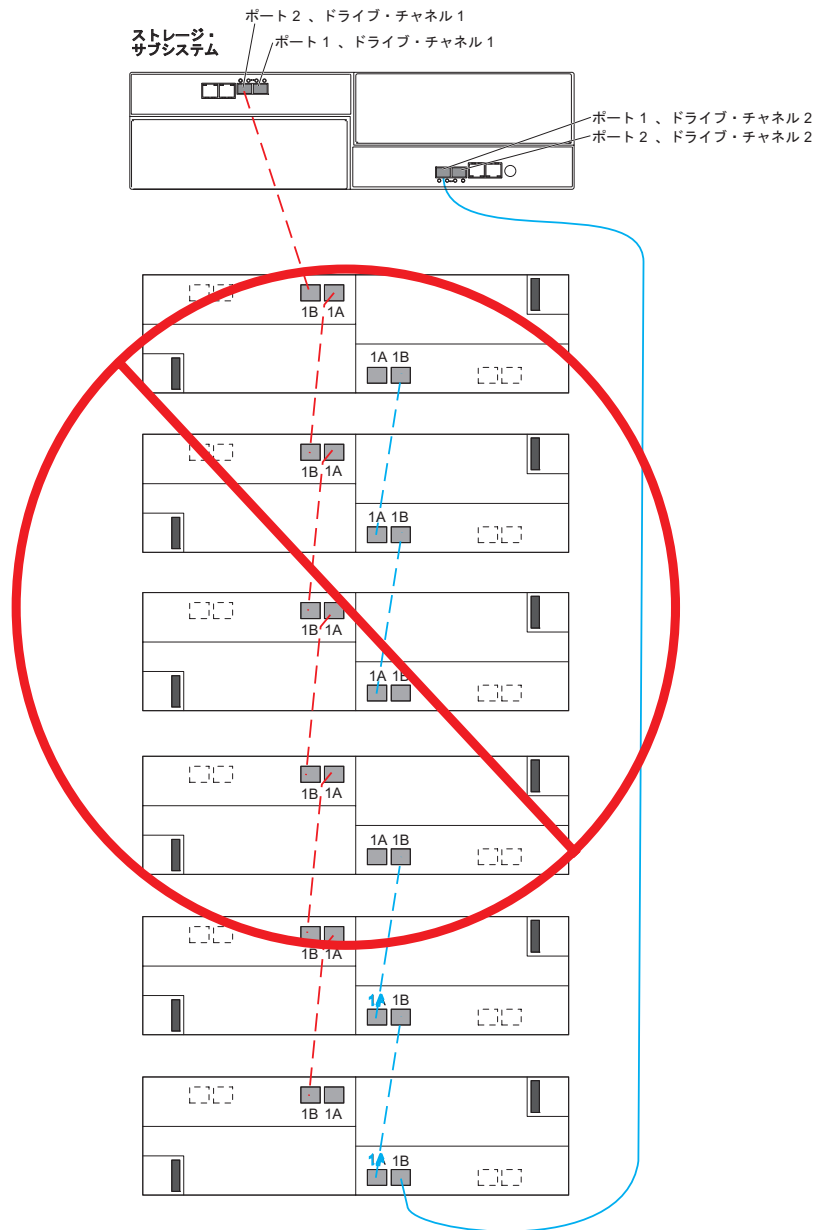

図 42. 1 つの DS3950 と最大 6 つのストレージ拡張エンクロージャーのケーブル接続
74 ページの図 42 は、誤ったケーブル接続トポロジーを示しています。その理由は、6 つのストレージ拡張エンクロージャーがすべて、各コントローラーのデュアル・ポート・ドライブ・チャネルの単一ドライブ・ポートに接続されているためです。
**重要:** 図 42 に示しているように、ストレージ・サブシステムとストレージ拡張エンクロージャーをケーブル接続しないでください。ストレージ・トポロジが正しくないストレージ・アレイでは、正常に機能しているように見えていても、誤ったケーブル接続には潜在的に予測不能な結果をもたらす可能性があります。